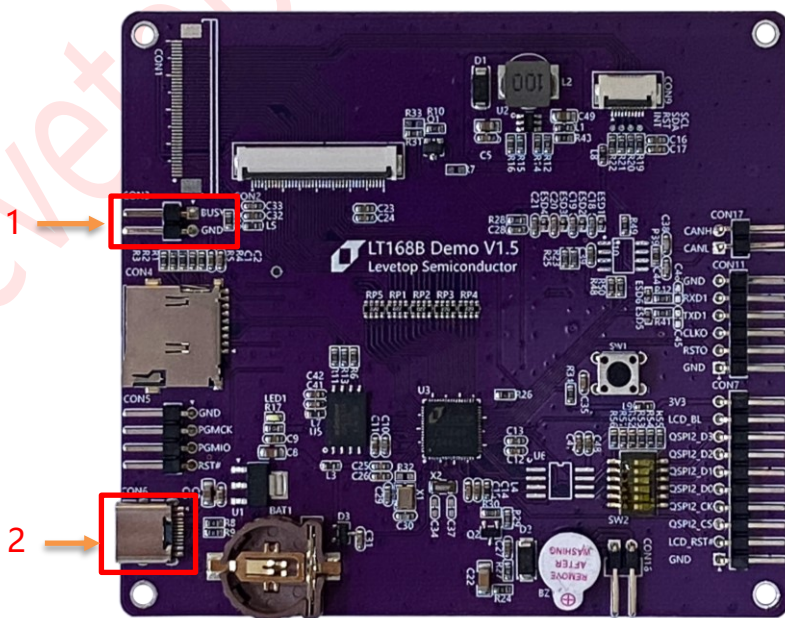

图 2-9：LT168B 接线示意图
1、接线说明, 如前面图 2-9 所示, 进行烧录前, 先将标注 1 处的 busy 引脚和 GND 互相连接, 然后通过标注 2 处 USB 口连接电脑供电和通信。